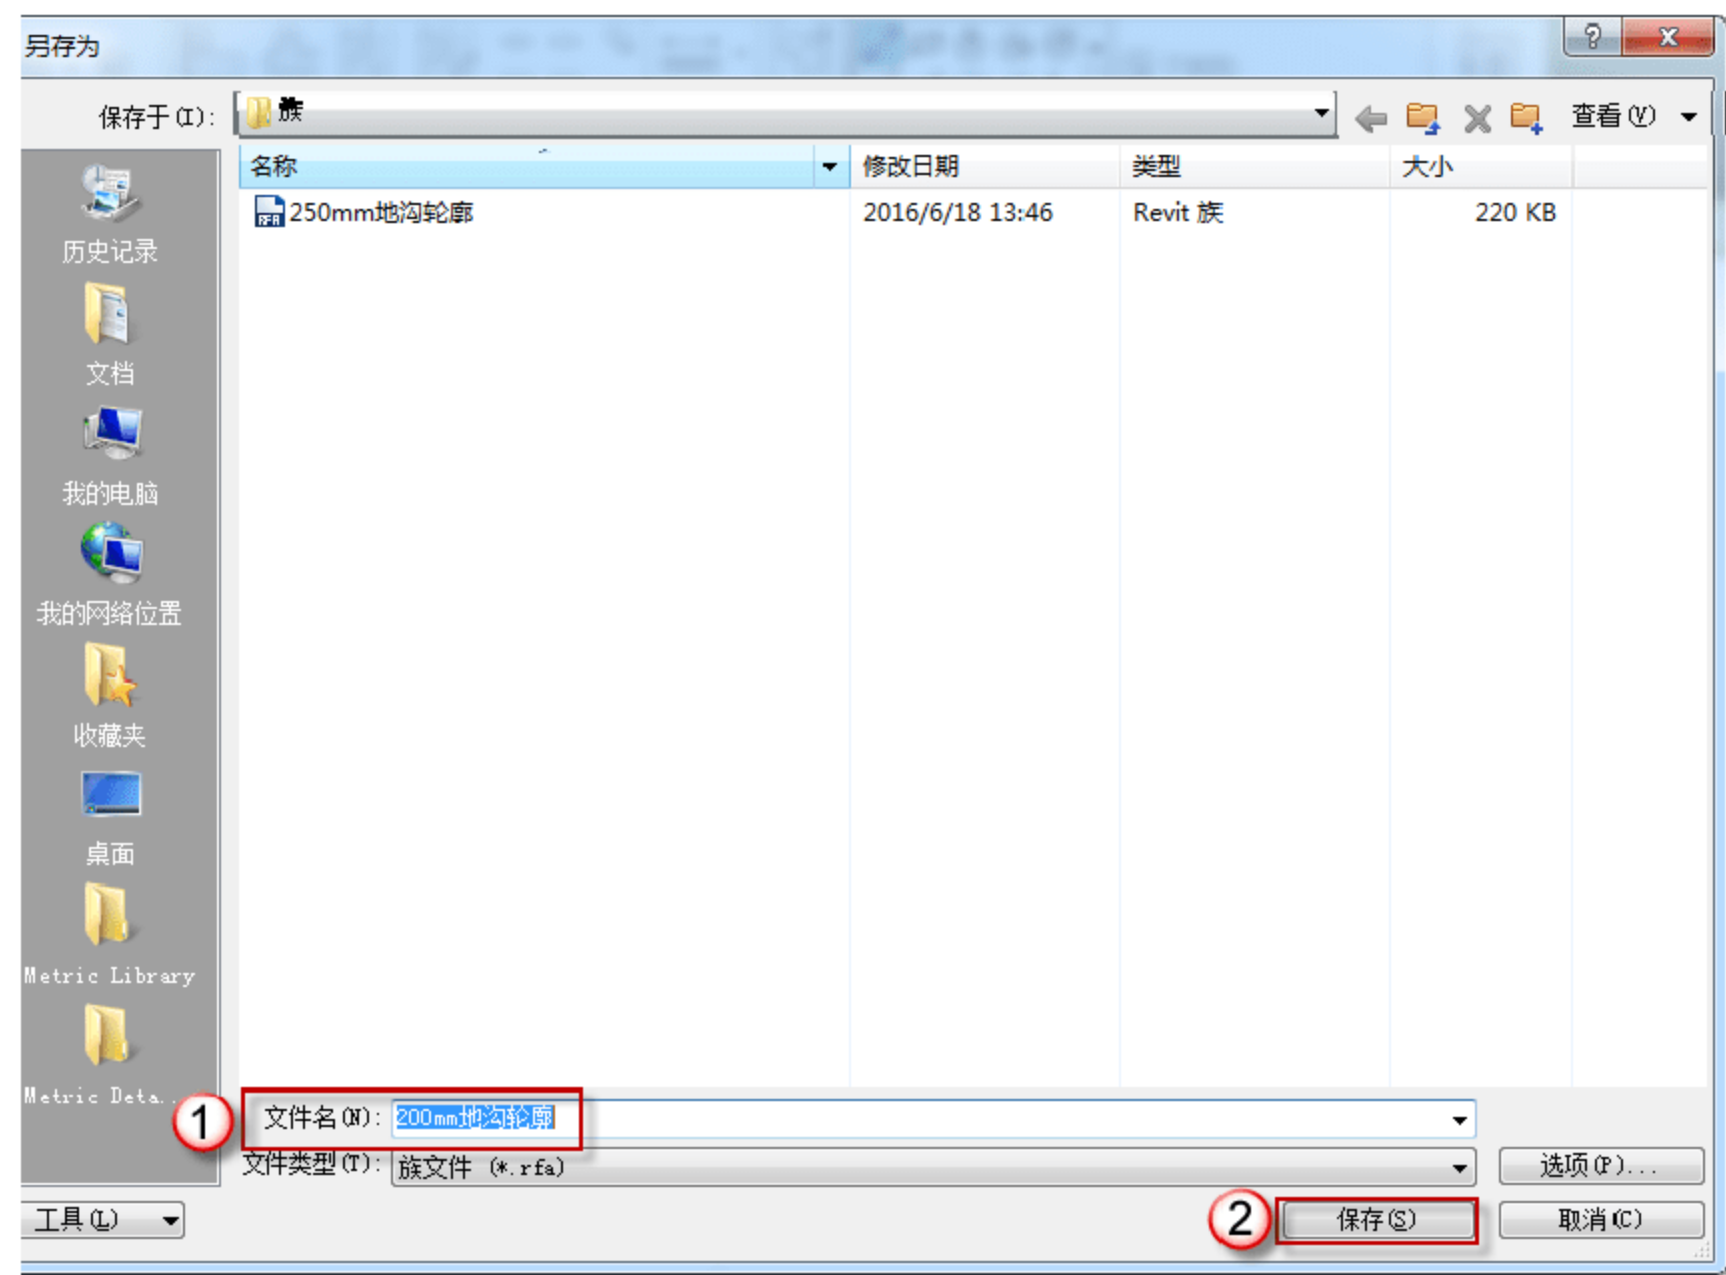

图 9.2.66 保存“200mm 地沟”轮廓族
(23) 保存“200mm 地沟”轮廓族。单击“程序菜单”按钮，在下拉菜单中选择“另存为”→“族”命令，在弹出的“另存为”对话框中，在“文件名”后输入“200mm 地沟轮廓”，单击“保存”按钮，如图 9.2.66 所示。